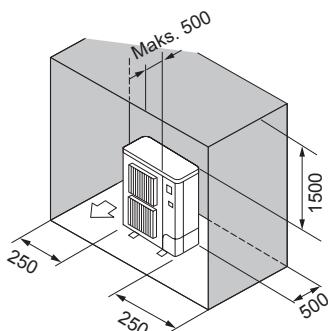

Fig. 2-11
- ⑥ Miejsce ograniczone tylko z tyłu, po bokach i od góry (Fig. 2-11)